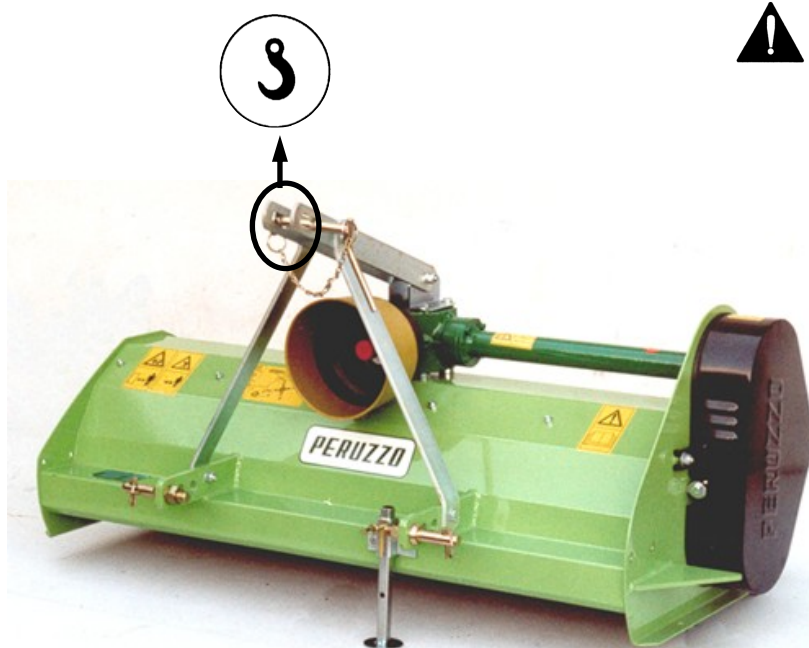

Fig. 19
- 1) Utilizzando un sollevatore idoneo fissando la macchina all'attacco a 3 punti o altro per impedire qualsiasi suo movimento. (fig. 19)
- 1) In case of flails change by lifting the mower, we remind you to use proper lifting equipment to the machine weight and that can fix the mower properly. (fig. 19)
- 1) Met behulp van een geschikte hefinrichting die de machine aan de 3-puntsbevestiging of iets anders vasthoudt om eender welke beweging ervan te voorkomen (fig. 19).
1) Im Fall, das die Messer getauscht werden und dafür das Mähwerk angehoben werden muss, ist darauf zu achten, das für das Anheben geeignete Maschinen, entsprechend dem Gewicht des Mähwerkes benutzt wird und dass das Mähwerk sauber fixiert werden kann. (Fig. 19)